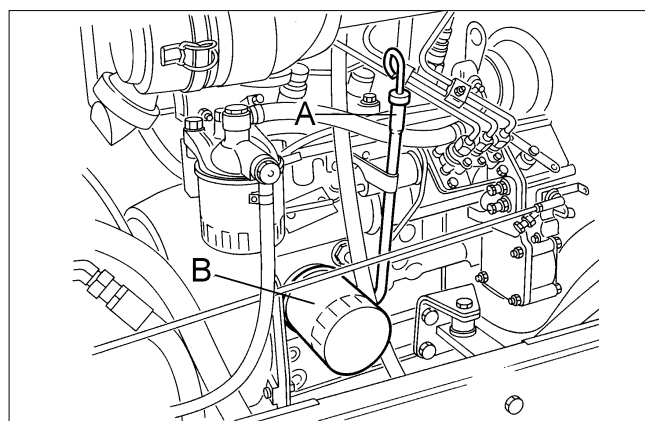

Fig.14
- (b) Always check level of oil with the dipstick (A Fig.14) and ensure machine is on level ground when checking. Capacity 3.2 litres (5.6 Imp pints) (6.7 US pints)
- (b) Controllare sempre il livello dell'olio con l'apposita astina (A Fig. 14) ed accertarsi che, durante il controllo, la macchina si trovi su una superficie piana. Capacità: 3,2 litri.